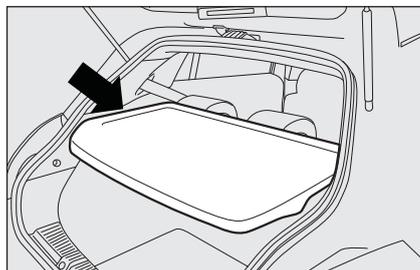
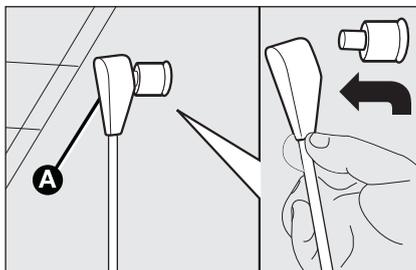

fig. 90
fig. 91
- retire la repisa **fig. 90** (superficie trasera) liberando los extremos superiores **A-fig. 91** de los dos tirantes, quitando los ojales de los pernos y empujándolos en la dirección indicada por la flecha;